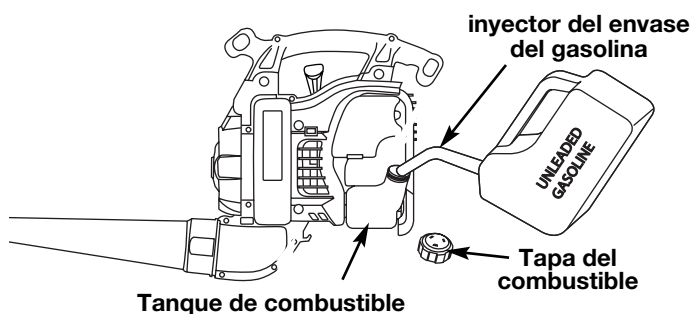

Fig. 12
- Saque la tapa de la gasolina (Fig. 12).
- Coloque el pico del recipiente de gasolina en el orificio de llenado del tanque de gasolina (Fig. 12) y llene el tanque.